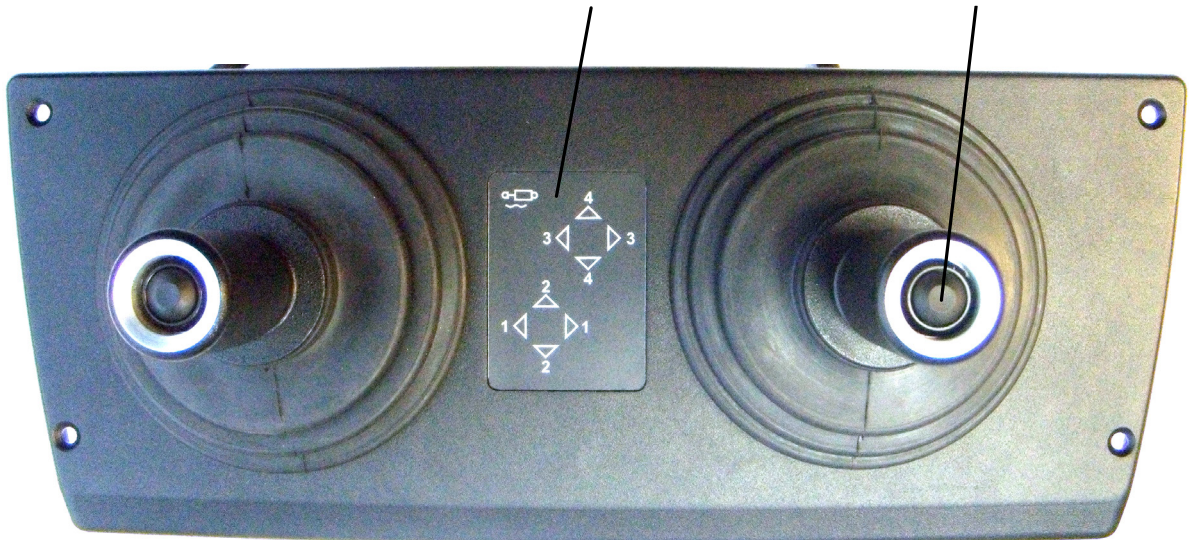

Figura 17a – Bloque de joysticks electrónicos BJE-01
La conexión del régimen «flotado» es realizada con un centelleo de tres veces de dos señalizadores (Figura 17a) según el eje del compartimiento correspondiente.
La conexión del flujo fijado es señalizada con el centelleo de tres veces del señalizador (Figura 17a) a la dirección del flujo programado.
- apretar los botones 13, 14, 15 (Figura 17a) de selección de los compartimientos No 3, No 2, No 1 del distribuidor EHS respectivamente. Los señalizadores de levantamiento y bajada 10 de los compartimientos dados deben conectarse simultáneamente en el régimen de centelleos lentos;